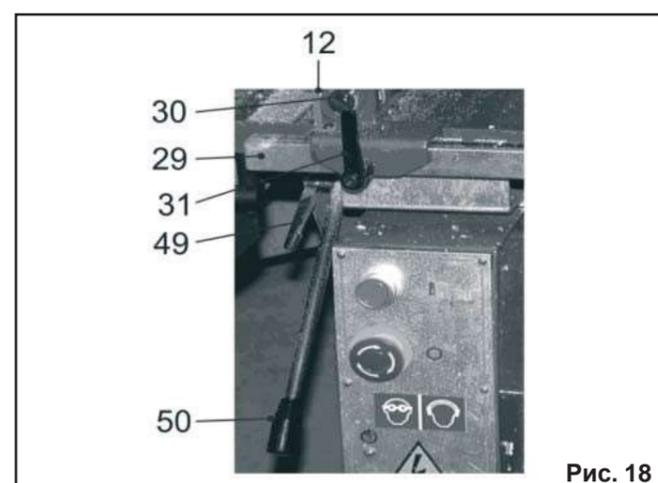

Рис. 18
- ослабьте фиксацию ручки (49). Рычагом (50), Рис. 18, установите пильный диск (18) (на необходимую высоту), Рис. 2, зафиксируйте положение ручкой (49);